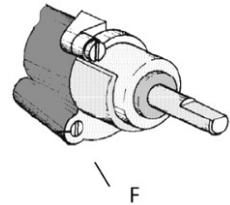

Abb. 3
e) *Einstellungen der Kleinstflamme (Abb. 3)*
- Bei einer Umstellung **von Flüssiggas auf Erdgas** die Kleinstellschraube **F (Abb. 3)** mit einem kleinen Schlitzschraubenzieher gegen den Uhrzeigersinn drehen, bis die gewünschte Flammenstärke eingestellt ist.
- Bei einer Umstellung **von Erdgas auf Flüssiggas** die Kleinstellschraube **F (Abb. 3)** mit einem kleinen Schlitzschraubenzieher im Uhrzeigersinn drehen, bis die gewünschte Flammenstärke eingestellt ist.